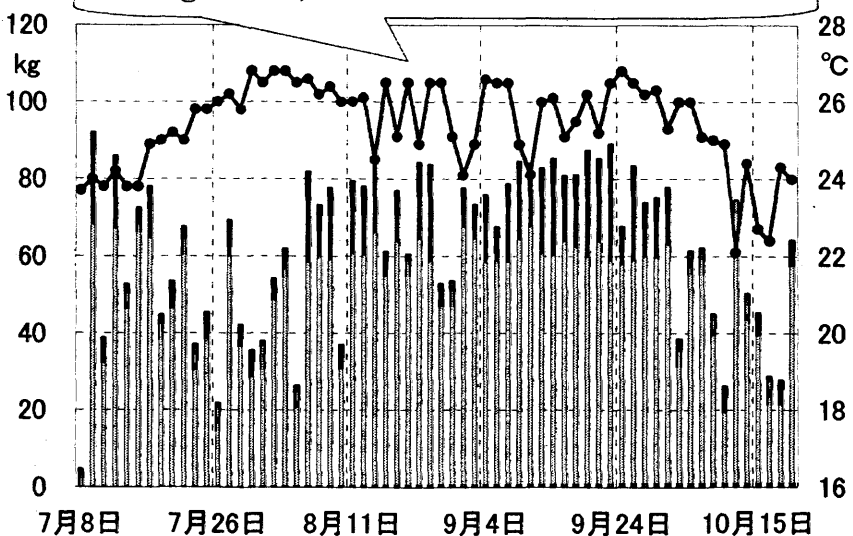

図7 酸素発生器を導入した平成14-16年の日別漁獲量の推移
酸素発生器を導入した平成14~16年の日別活イカ水揚げ量を図7に示しました。この中で、酸素発生器の導入により、更に多く活かして水揚げできた量を積算すると、本器導入による効果が算定されます。一方本器導入にともなう支出は、①初期コスト；漁船上で使用する際に必要な2Kwのインバーター(¥280,000)、②毎年費やすコストとして表2に示す(¥76,388)が必要となります。また、同様に酸素発生器を導入した平成14~16年にかけての収支を計算すると、3年間で、 $+168-51=+117$ 万円の収支となります。なお、本器導入の効果は、63Kg/日以下の低調な漁模様の際には得られず、夏場のスルメイカが好漁な年ほど高い生産効果が得られます。